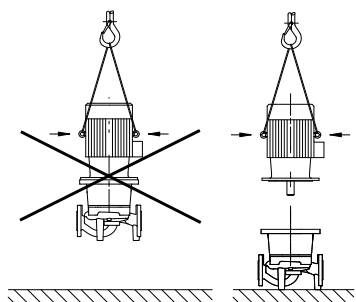

Fig. 16: Elevación del motor
- Las argollas de transporte del motor sirven sólo para el transporte del motor, no para el transporte de toda la bomba (Fig. 16).